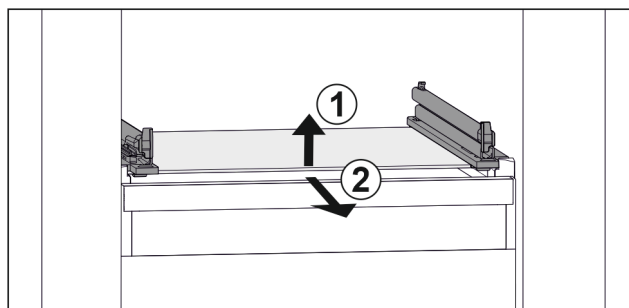

Fig. 26 Příklad znázornění skleněné desky
- ▶ Nadzvedněte skleněnou desku vpředu. Fig. 26 (1)
- ▶ Vyjměte skleněnou desku dopředu. Fig. 26 (2)